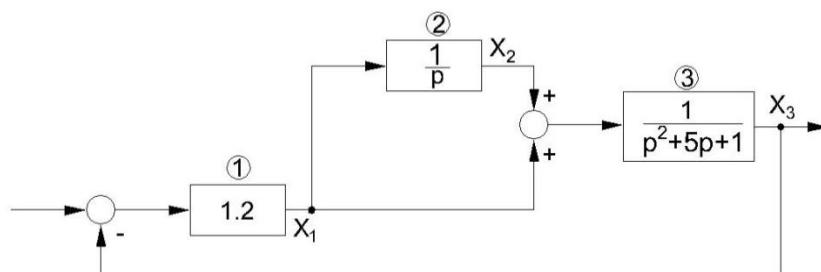

Рис. 4.1. Структурная схема динамической системы
Рассмотрим пример составления математического описания линейной непрерывной динамической системы с помощью функции CONNECT из комплекса Control System Toolbox. На рис. 4.1 представлена структурная схема динамической системы.
Математическое описание динамической системы (см. рис. 4.1) на основе функции CONNECT может быть выполнено следующим образом:
1. Пронумеруем блоки структурной схемы (см. рис. 4.1).
4. Зададим матрицу связей между блоками системы (см. рис. 4.1)
(см. рис. 4.1).
12. Убедиться в корректности нашего математического описания с помощью приложения SIMULINK. Для чего необходимо создать S-модель динамической системы (см. рис. 4.1) и получить график переходного процесса по заданному каналу при подаче на управляющий вход единичного ступенчатого воздействия.